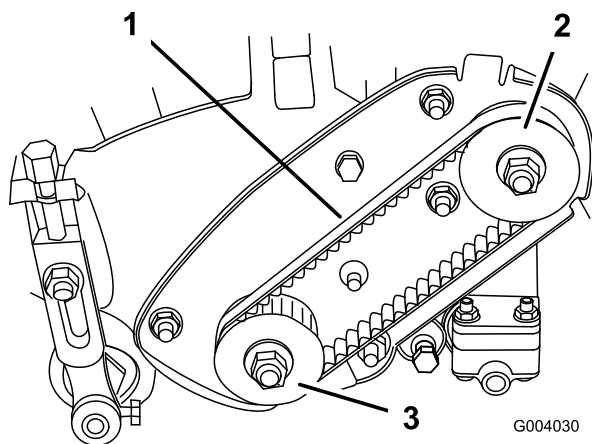

Figura 31
2. Verifique a pressão calcando a correia (Figura 31) até ficar entre o alternador e as polias, aplicando uma força de $2 \pm 0,5$ kg. A correia deve atingir um desvio de 6,4 mm. Se o desvio for incorrecto, passe para o passo seguinte.